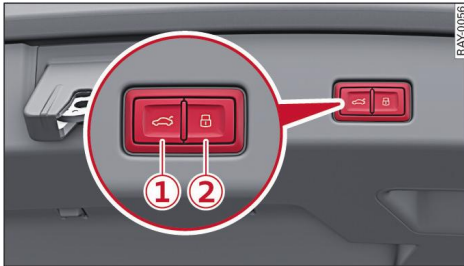

Fig. 28 Portón del maletero: ① Tecla de cierre*, ② tecla de bloqueo* (vehículos con llave de confort*)
- acciona de nuevo la tecla ① ⇒ *pág. 53, fig. 28* o el asidero en el portón del maletero ⇒ *pág. 52, fig. 26*, o bien
Si ahora acciona de nuevo la tecla ① ⇒ *pág. 53, fig. 28* o el asidero en el portón del maletero ⇒ *pág. 52, fig. 26*, el portón del maletero se abrirá/cerrará otra vez.